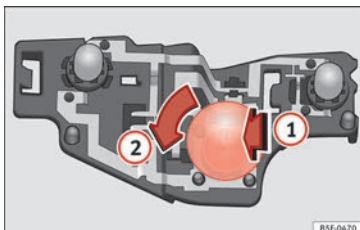

Fig. 115 Emplacement des ampoules sur le support d'ampoules.
- Insérez l'ampoule dans le porte-ampoule en appuyant légèrement 1, tournez-la ensuite vers la gauche 2 et retirez l'ampoule défectueuse » fig. 115.